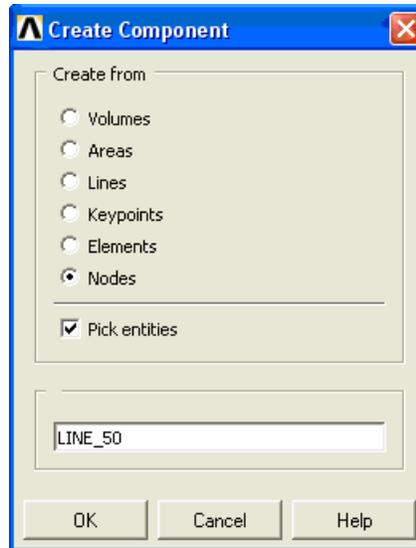

Рисунок 2. Окно *Create Component*
- В появившемся окне *Create Component* (Рисунок 2) указываем тип компонент, объединяемых во множество. Можно выбрать следующие геометрические компоненты: